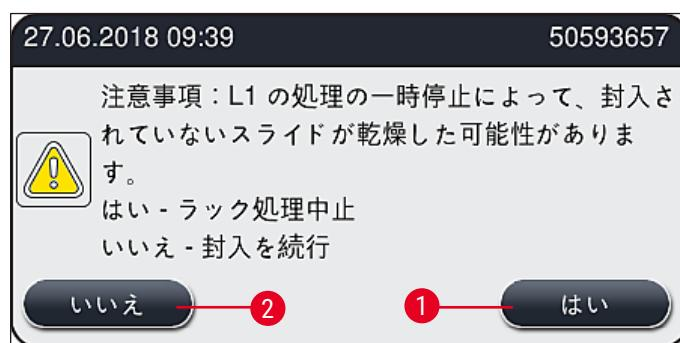

図113
9. 装置ソフトウェアが消耗品の充填量スキャンを実行します。チェックが終了すると、情報メッセージが表示されます（→図113）。